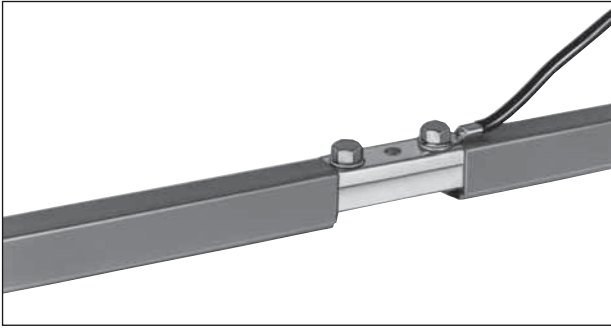

Bild 9: Einspeisung UE 15 K 4, offen
– Für UE 15 K 4: Quetschkabelschuhe in Ringform nach DIN 46234 für Anschlussbolzen M 5 auf Anschlussadern befestigen (Bild 9). Max. Anschlussquerschnitt je Anschlussschraube 6 mm2.